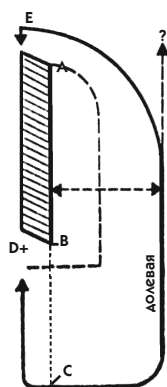

Рис. 341
Для кармана с вертикальной или наклонной прорезью (рис. 341) мешковина кармана должна отвечать тому же требованию: соответствовать длине и ширине кисти руки.
1. Начертите листочку кармана согласно модели и перенесите ее на лекало (заштрихованная часть рис. 341).
- На этом уровне проведите вертикальную линию параллельно срединной линии. Если мешковина крепится на поясе юбки или брюк, линию надо продолжить вверх. В ином случае она будет иметь закругление, заканчивающееся на 2—3 см выше верхнего края листочки (на рис. 341 это изогнутая сплошная линия, идущая к точке E).
4. Закончите лекало мешковины кармана, как показано на рис. 341 (со стороны листочки она будет иметь внешний край, совпадающий с внешним краем листочки).
7. Подзор чертят и кроют из ткани изделия (на рис. 341 контур подзора показан пунктирной линией). Когда подзор достигает внешнего края мешковины, их соединяют, как показано на рис. 340.